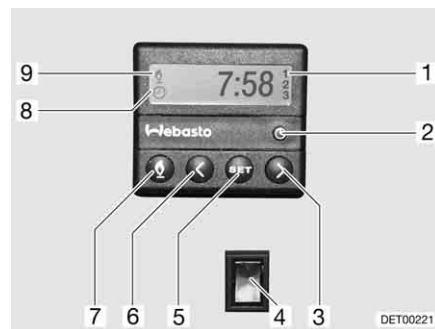

Fig. 170 Unidad de mando para la calefacción auxiliar
- Pulsar la tecla (Fig. 170,7). El funcionamiento de la calefacción se indica con el símbolo (Fig. 170,9). El ventilador apenas se conecta con una temperatura del agua de refrigeración de 30 °C.
- Pulsar la tecla (Fig. 170,7). Se apaga el símbolo (Fig. 170,9).
- Pulsar el interruptor (Fig. 170,4) por abajo. Se precalienta el motor. El ventilador se conecta inmediatamente.
- Pulsar el interruptor (Fig. 170,4) por arriba. El motor permanece frío.
- Pulsar la tecla (Fig. 170,2). El ajuste de la hora se indica con el símbolo (Fig. 170,8).
- Ajustar la hora con las teclas (Fig. 170,3 y 6).
- Pulsar la tecla (Fig. 170,5).
- Ajustar en 10 segundos el tiempo de conexión con las teclas (Fig. 170,3 y 6).
- Pulsar la tecla (Fig. 170,5) tantas veces como sea necesario hasta que aparezca en el display el número de programación (Fig. 170,1).